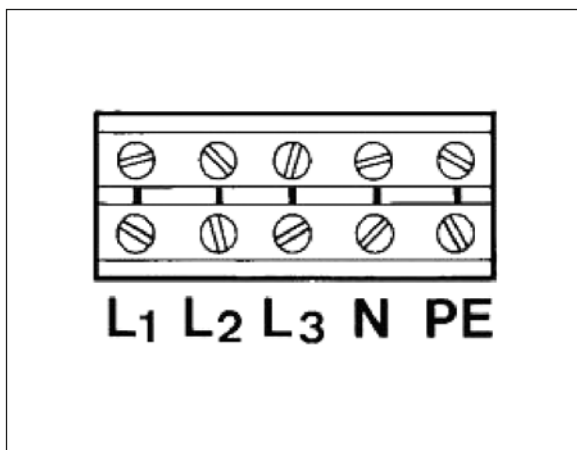

Fig.3
Einführöffnung des Kabels (Abb.3,1) nach Anschliessen wieder staubdicht verschliessen.
- Um die Hauptsäge zu starten, der Start-Knopf drücken (Fig. 3)
- Nach ungefähr 8 Sekunden den Sterndreieck-Schalter (4) in die Position "Dreieck" stellen. Diese Verzögerung ist erforderlich um den Motor volle Geschwindigkeit vor Schaltung zu "Dreieck" erreichen zu lassen.
- Der Vortiz-Motor starten durch drücken des Start-Knopfes (6); das ist nur möglich mit der Hauptsäge-Motor in betrieb.
- Durch drücken des Halt-Knopfes (5) wird der Vortiz-Motor angehalten, wenn der Notstopp (1) benützt wird, werden beide Motoren angehalten.